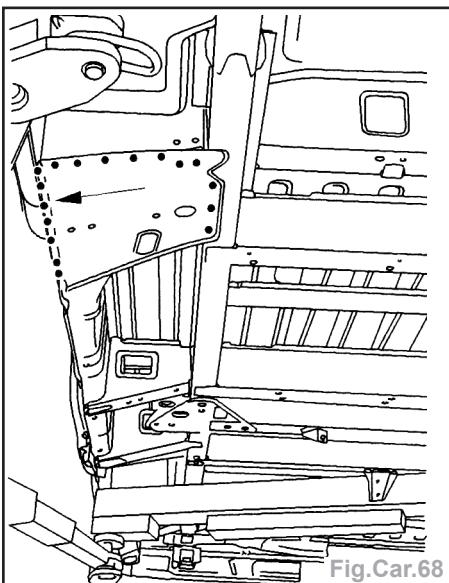

Fig.Car.68
- Souder par points électriques, par points bouchons MAG et meuler les points de soudure MAG (Fig.Car.68).